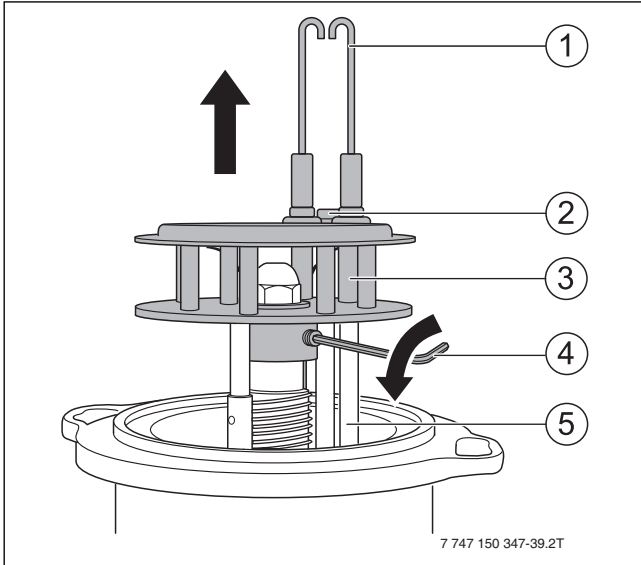

Bild 69 Mischsystem ausbauen
- ▶ Schraube (Bild 69, [2], Seite 42) zwischen den Zündelektroden lösen.
- ▶ Zündelektrode (Bild 69, [1], Seite 42) ausbauen.
- ▶ Mischsystem mit Gewindestift (→ Bild 69, [4]) sichern.